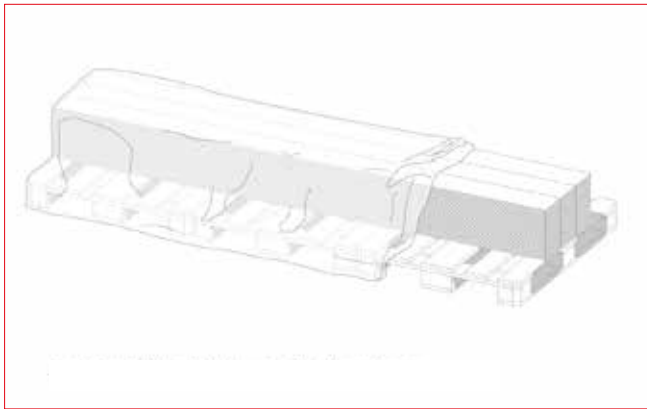

fig. 6 – Täck över vid förvaring
- Under konditioneringen bör VIVIX Lap-plankorna förvaras horisontellt på pallar eller bärare på en plan yta, och de bör täckas över för att begränsa uppbyggnad av fukt samtidigt som tillräcklig ventilation säkerställs (se fig. 6)